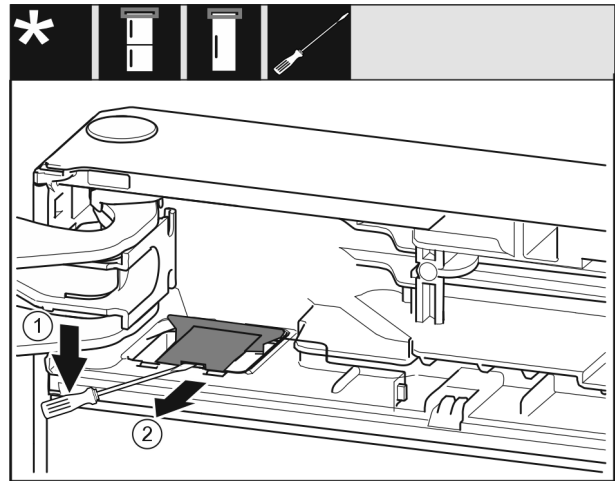

Fig. 7
- ▶ Используя шлицевую отвертку, освободите и поднимите крышку. Fig. 7 (1)
- ▶ Извлеките крышку. Fig. 7 (2)